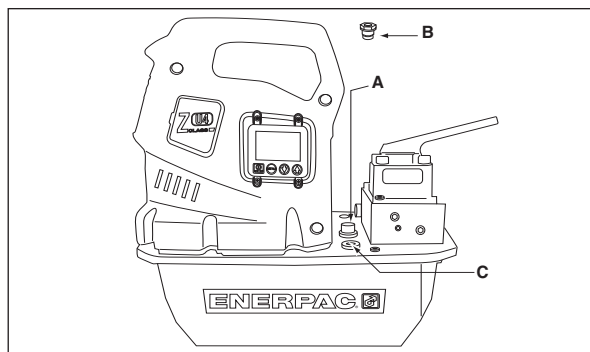

Figura 2, Instalación del Tubo de Aireación ZU4
4.1 Tapón del tubo de aireación del Depósito (véase Figura 2)